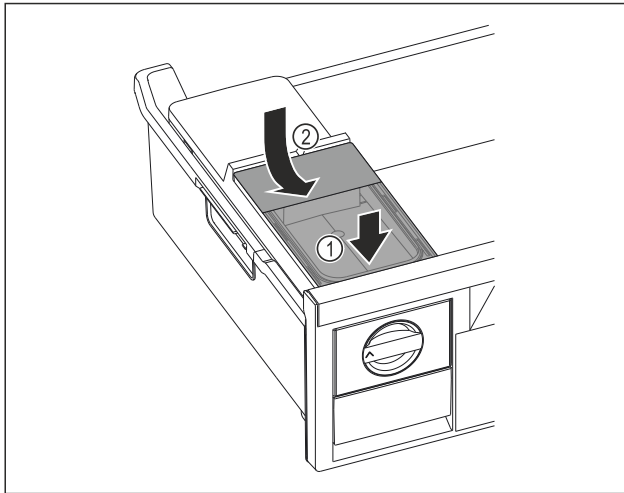

Fig. 49
- ▶ Watertank aan de voorkant plaatsen. Fig. 49 (1)
- ▶ Watertank aan de achterkant laten zakken. Fig. 49 (2)